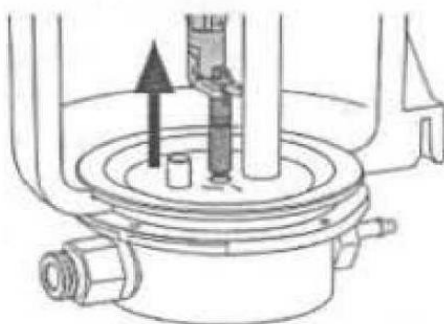

Рис. 7
- Удерживая дозирующую форсунку с помощью инструмента, извлеките ее, вытягивая вверх (Рис. 7)